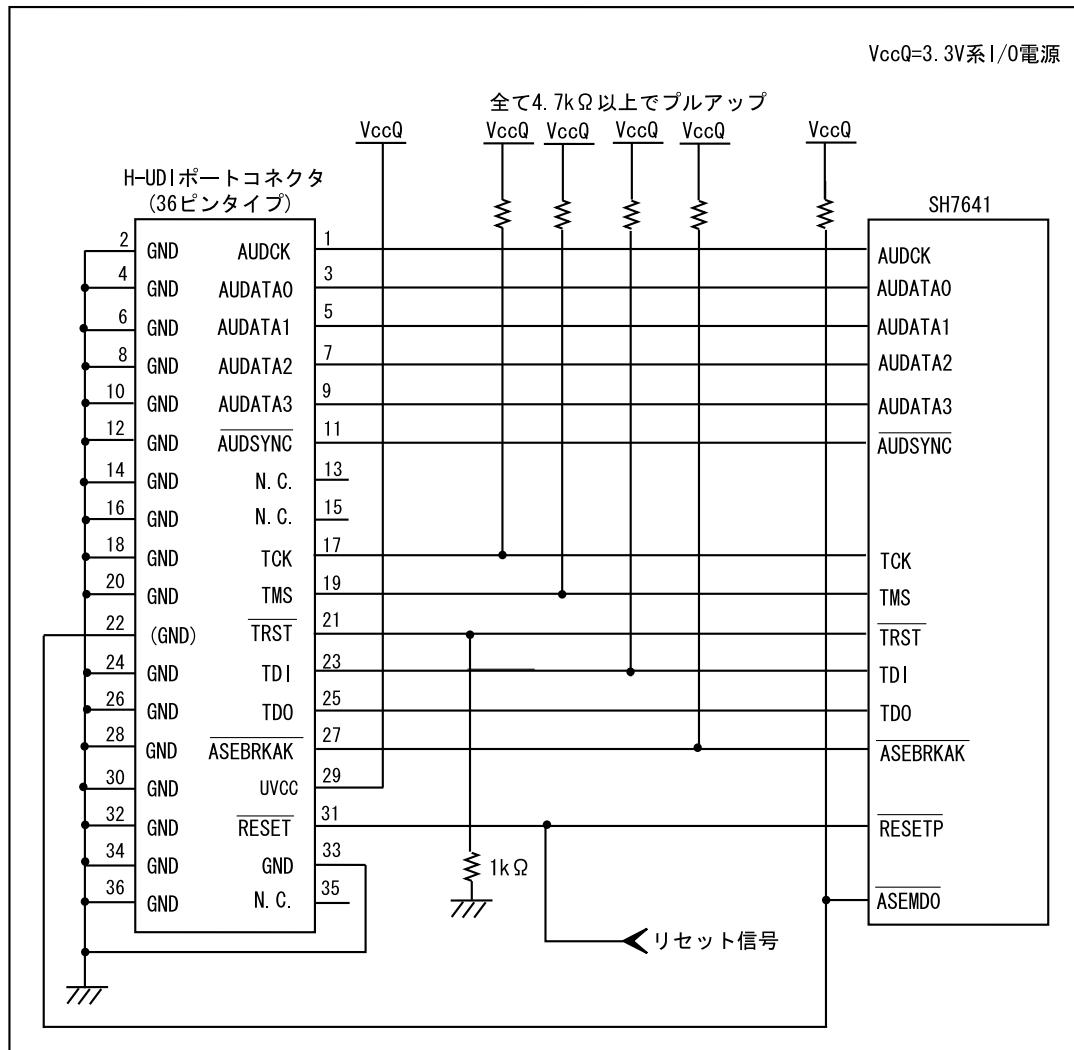

図 1.3 E10A-USB 使用時の H-UDI ポートコネクタ - チップ間の推奨接続例
- 図 1.3 推奨接続例で回路を組んだ場合の E10A-USB エミュレータのスイッチ設定 : SW2=1, SW3=1 スイッチ設定の詳細は、「SuperH™ファミリ用 E10A-USB エミュレータユーザーズマニュアル デバッガ編 3.8 章 DIP スイッチの設定」を参照してください。